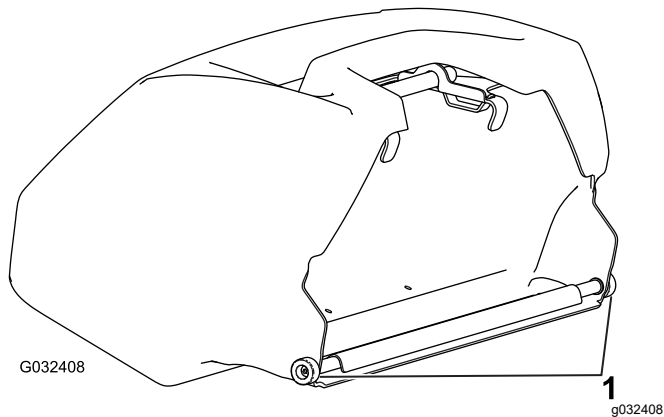

Рисунок 5
**Внимание:** В случае падения травосборника проверьте точки контакта прижимного рычага рядом с нижней кромкой травосборника на наличие повреждений (Рисунок 5). Выпрямите их, прежде чем использовать травосборник.